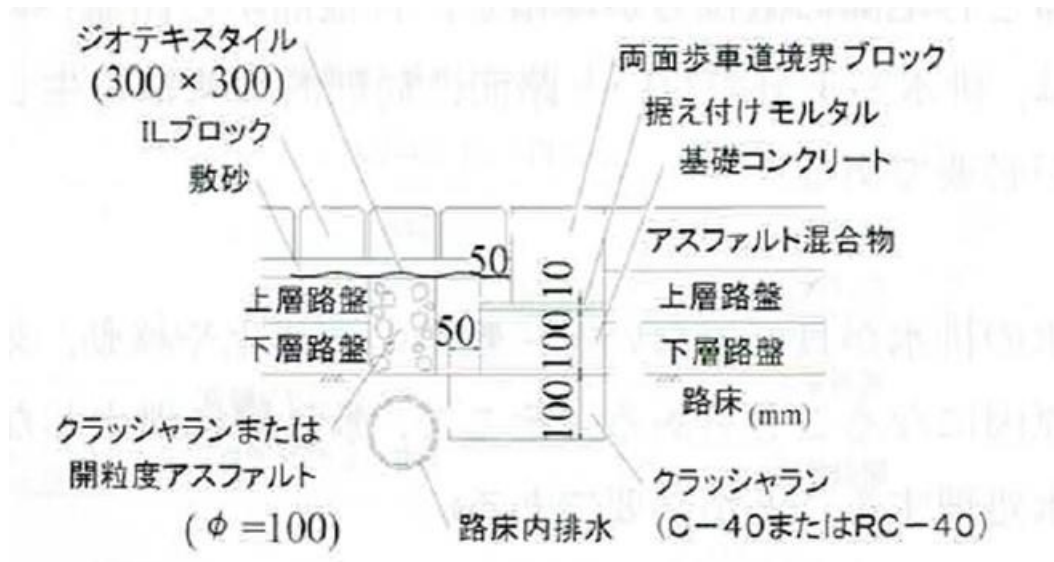

図6 ILブロック舗装とアスファルト舗装の接合部の排水処理例
- ⑦ ILブロック舗装とアスファルト舗装またはコンクリート舗装等の他舗装との接合部の排水は、十分な配慮が必要です。ILブロック舗装とアスファルト舗装の境界部には、端部拘束物を設置する必要がありますが、この部分に浸透水が帯水して敷砂層の液状化や移動、指示直低下が生じてILブロック舗装の破損の原因になることがあります。このため、上層路盤の瀝青安定処理路盤に排水孔(コア直径100mm程度)を設けて下層路盤のクラッシャーランに排水するように施工します(図6)。この場合、排水孔には下層路盤に使用するクラッシャーランまたは開粒度アスコンを使用しますが、その上には敷砂が流入しないようにジオテキスタイルを300mm角程度にカットして敷設します。